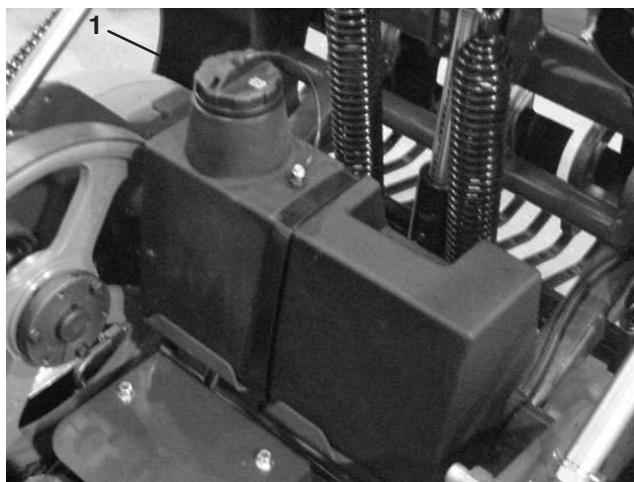

Bild 14
- Reinigen Sie den Bereich um den Einfüllstutzen und den Deckel des Hydrauliköltanks (Bild 14). Nehmen Sie den Deckel vom Einfüllstutzen ab.